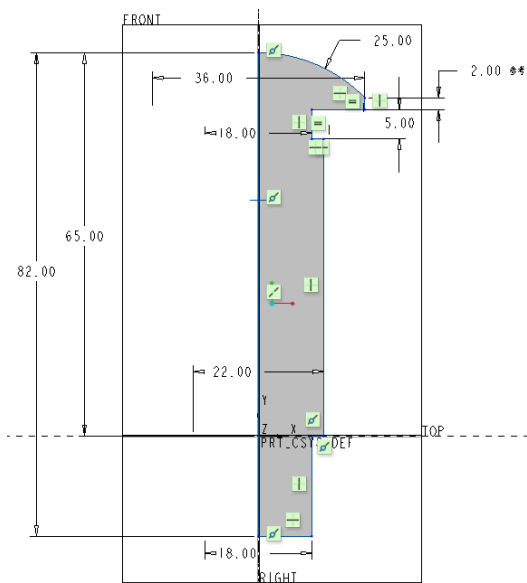

图 3-20 绘制的封闭图形
① 在“快速访问”工具栏中单击“新建”按钮，系统弹出“新建”对话框，在“类型”选项组中选择“零件”单选按钮，在“子类型”选项组中选择“实体”单选按钮，在“文件名”文本框中输入文件名为“bc_3_dgm”，取消勾选“使用默认模板”复选框，然后单击“确定”按钮。
② 系统弹出“新文件选项”对话框，从中选择“mmns_part_solid”公制模板，然后单击“确定”按钮。
① 在功能区“模型”选项卡的“形状”面板中单击“旋转”按钮，从而在功能区打开“旋转”选项卡。
② 在“旋转”选项卡中选择“放置”选项标签，打开“放置”面板，单击该面板中的“定义”按钮，弹出“草绘”对话框。
③ 选择 FRONT 基准平面作为草绘平面，以 RIGHT 基准平面作为“右”方向参照，单击“草绘”对话框中的“草绘”按钮，从而进入草绘模式。
④ 确保定向草绘平面使其与屏幕平行，接着在“草绘”选项卡的“基准”面板中单击“中心线”按钮来添加一条竖直的几何中心线作为旋转轴，并接着绘制图 3-20 所示的封闭图形。绘制好旋转截面并修改相关的尺寸后，单击“确定”按钮，从而完成草绘并退出内部草绘器。